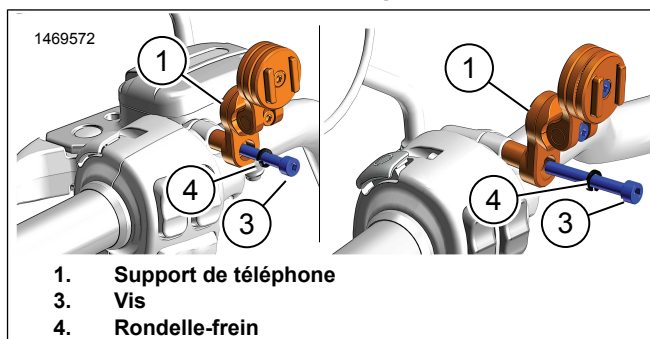

Figure 3. Installation du support du téléphone sur le support embrayage/rétroviseur gauche
1. Avant de serrer le boulon du support de téléphone (3), ajuster le positionnement pour permettre de voir sans obstruer les fonctions de la moto.
2. **Modèles Touring, Trike, Softail, Dyna, Livewire** : Figure 3 Installer la vis (3) et la rondelle-frein (4) sur le support embrayage gauche. Serrer.
3. **Modèles Sportster XL, Street XG, Pan America, RH** : Figure 3 Installer la vis M6 (3) et la rondelle-frein (4) sur le support rétroviseur gauche. Serrer.